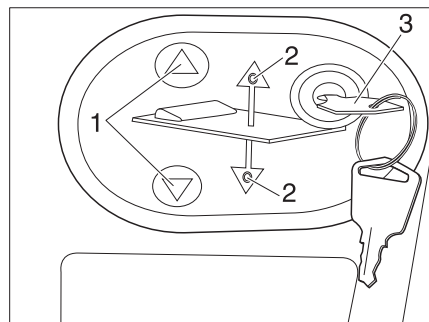

Fig. 170 Panneau de commande pour le lit escamotable électrique
- Insérer la clé (Fig. 170,3) dans le panneau de commande (Fig. 170,2).
- Appuyer sur la touche  ou  (Fig. 170,1) et la maintenir enfoncée. La DEL respective (Fig. 170,2) s'allume et le lit escamotable s'abaisse ou se lève.
- Lorsque la position désirée est atteinte, relâcher la touche  ou  (Fig. 170,1). La DEL respective (Fig. 170,2) s'éteint.
- Retirer la clé (Fig. 170,3).